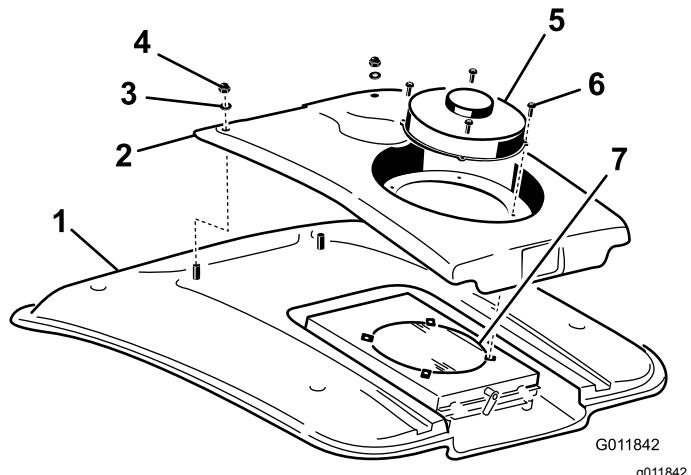

Figura 116
- Retire los 4 tornillos que sujetan el ventilador y la tapa del condensador al soporte del ventilador (Figura 116).
- Retire las dos tuercas y arandelas que sujetan la parte delantera de la tapa del condensador al techo de la cabina (Figura 116).
- Limpie a fondo el condensador del aire acondicionado con aire comprimido (Figura 116).